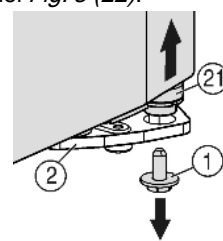
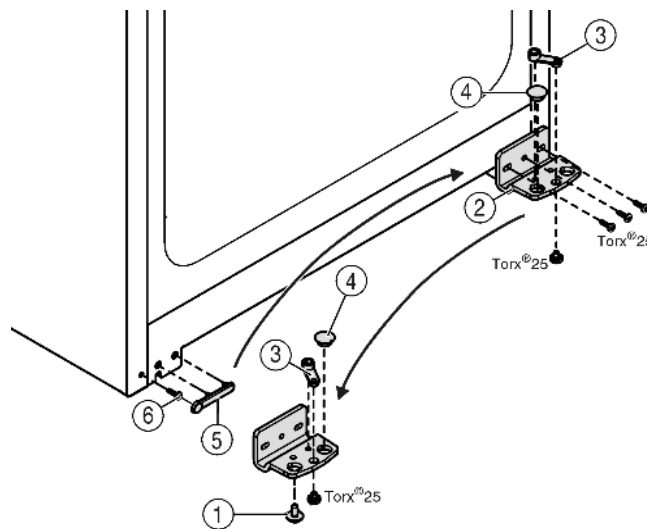

Fig. 6
Fig. 7
- ▶ V pravo dolu na konzole ložiska vyskrutkujte poistnú skrutku Fig. 6 (1).
- ▶ Čap ložiska Fig. 6 (21) sa uvoľní z konzoly ložiska Fig. 7 (2).
- ▶ V prípade, že sa čap ložiska Fig. 6 (21) neuvolíni, čap vytačte zdola.
- ▶ Odskrutkujte ložiskovú konzolu Fig. 7 (2).
- ▶ Ložiskový diel Fig. 7 (3) odskrutkujte a premiestnite ho do protiahlého otvoru uloženia ložiskovej konzoly, opäť priskrutkujte.
- ▶ Trň Fig. 7 (4) vyberte z ložiskovej konzoly a premiestnite ho do protiahlého otvoru uloženia ložiskovej konzoly.
- ▶ Opatrne odoberte kryt Fig. 7 (5) na strane držadla.
- ▶ Vyskrutkujte skrutku Fig. 7 (6) a zaskrutkujte na opačnej strane.
- ▶ Opäť nasadte kryt Fig. 7 (5).
- ▶ Ložiskovú konzolu Fig. 7 (2) pevne naskrutkujte na novej strane závesu (s ťahovacím momentom 4 Nm), príp. pomocou akumulátorového skrutkovača.
- ▶ Poistnú skrutku Fig. 6 (1) zaskrutkujte dolu do ložiskového čapu a dotiahnite **(s uťahovacím momentom 4 Nm)**.